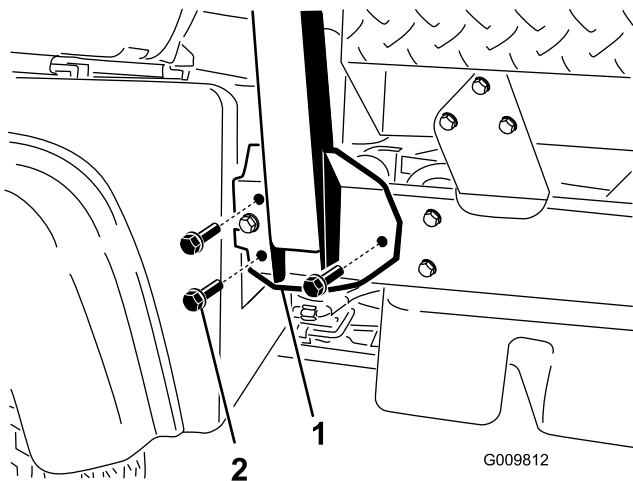

Bild 4
1. Fluchten Sie jede Seite des Überrollschutzes mit den Befestigungslochern an jeder Seite des Fahrzeugrahmens aus, wie in Bild 4 dargestellt.